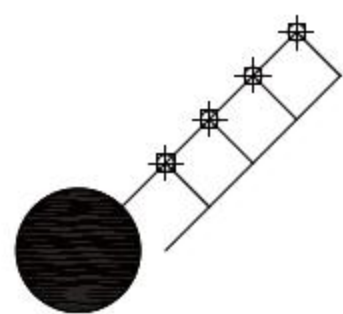

图3-133 绘制线段
- 04 调用L【直线】命令，在各点处绘制长度为10的垂直线，结果如图3-133所示。